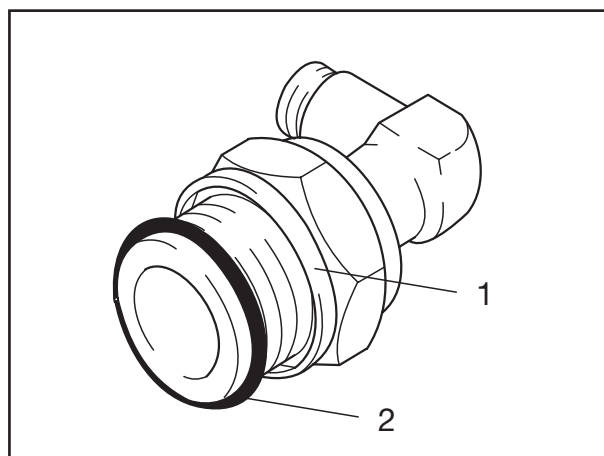

Fig. 5
- [9] Druckring (Fig. 5/1) mit der glatten Fläche voran, dann neuen O-Ring (Fig. 5/2) über das Gewinde der Verschraubung schieben.
- [9] Push thrust ring (Fig. 5/1) with smooth face first over the thread of the coupling, then push on new O-ring (Fig. 5/2).
- [9] Placer la bague de pression (fig. 5/1) sur le raccord fileté avec la surface lisse à l'avant puis le nouveau joint torique (fig. 5/2).